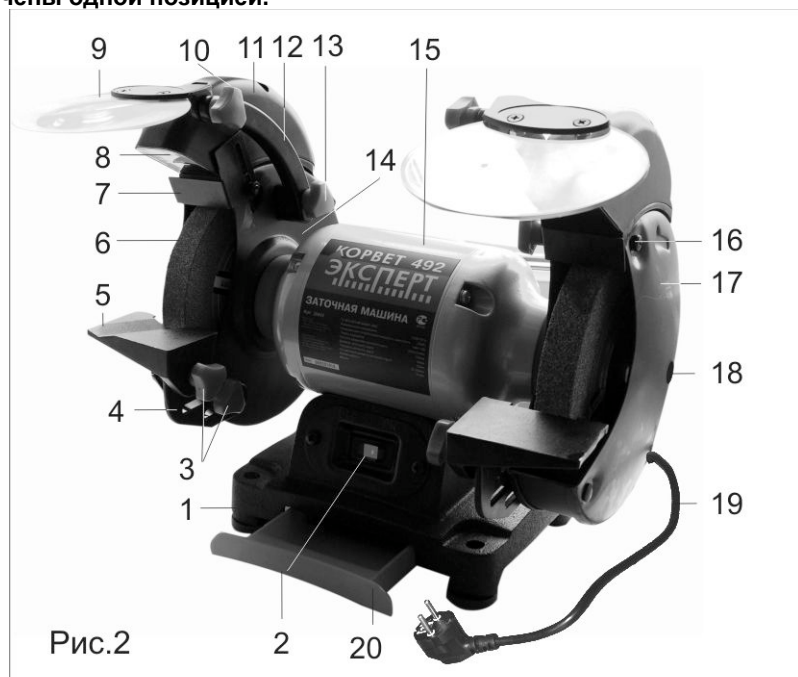

Рис.2
Машина состоит из следующих сборочных единиц и деталей (Рис.2):
Установите машину на ровной и устойчивой поверхности верстака и надежно закрепите её через специальные отверстия в основании 1 (Рис.2) с помощью болтовых соединений (не комплектуются).
9. СБОРКА И РЕГУЛИРОВКА (Рис.2)
10.2. Заточка режущего инструмента (Рис.2)
11. ЗАМЕНА ШЛИФОВАЛЬНОГО КРУГА (Рис.2,3)